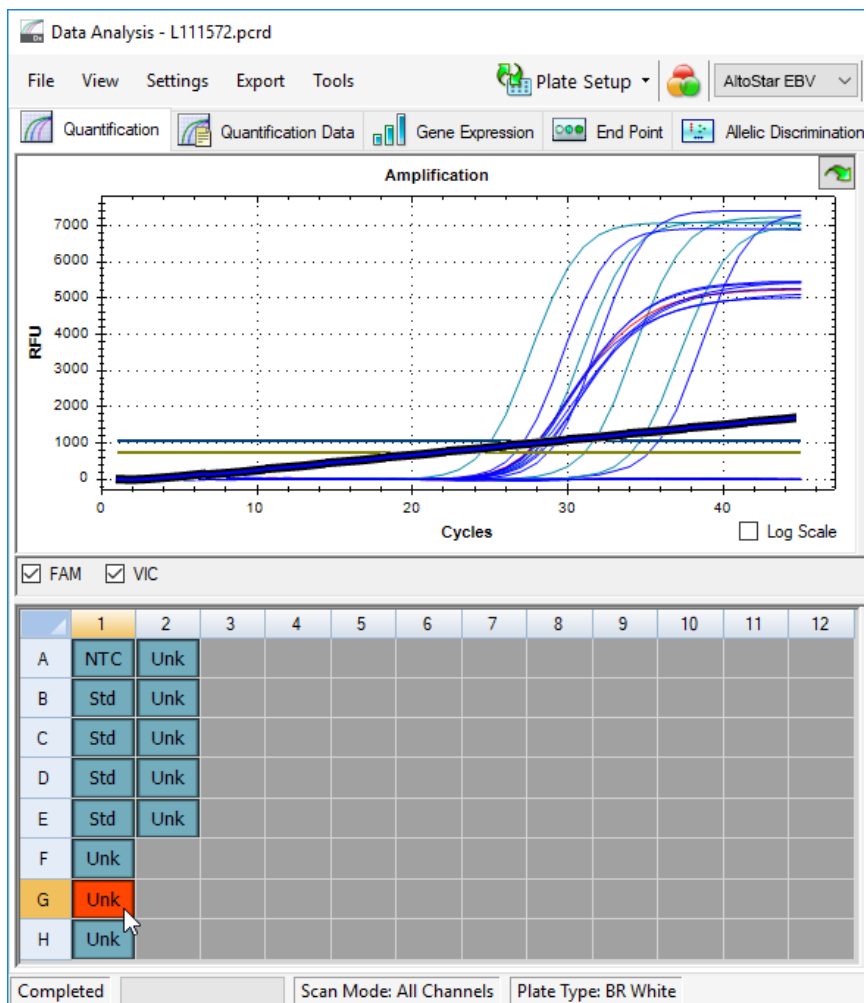

Figura 6: Ventana Data Analysis (análisis de datos): señal de PCR irregular
2. Identifique pocillos con señales de PCR irregulares (aumento de señal lineal, picos de señal, etc.) en cualquiera de los canales de detección FAM™ (EBV objetivo) y VIC™ (IC) (consulte la figura 6).